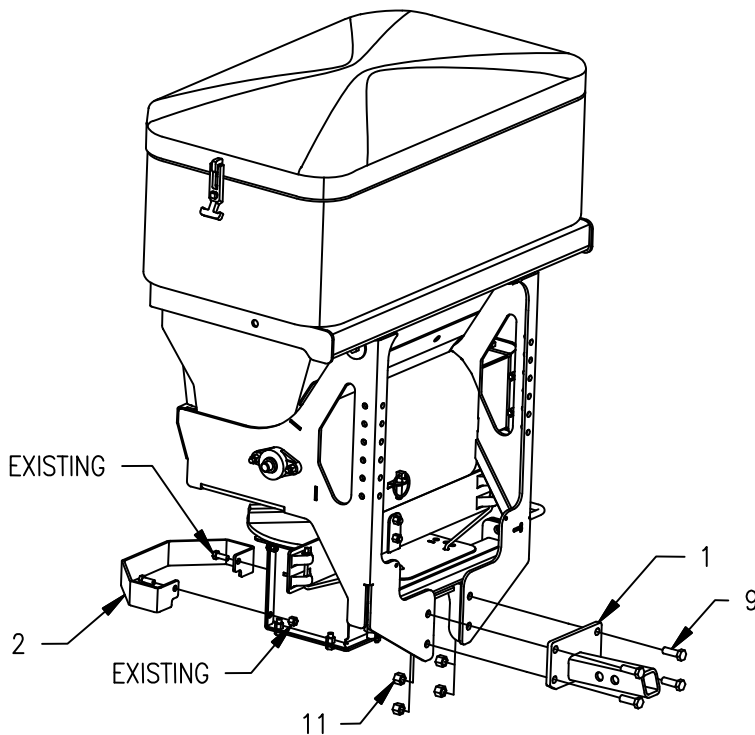

Bild 4. Slide-In Aufnahme Montage Anleitung
2. Montieren Sie den Streuteller Schutzbügel (2) mit den bestehenden 3/8"-16 X 1" Sechskant Schrauben und 3/8"-16 Nylon Sicherungsmuttern siehe Bild 4.